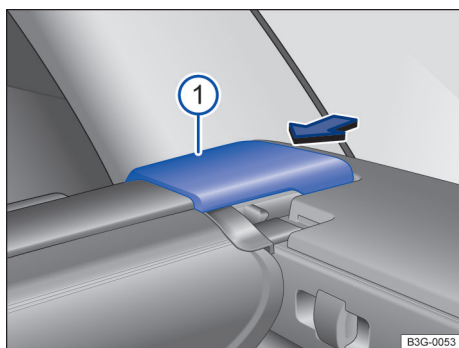

Fig. 176 No compartimento de bagagem: remover a cobertura do compartimento de bagagem.
- Pressionar o suporte da cobertura do compartimento de bagagem → Fig. 176 ① na direção da seta e mantê-la pressionada.
- Soltar o suporte da cobertura do compartimento de bagagem → Fig. 176 ①.
- Pressionar o suporte da cobertura do compartimento de bagagem → Fig. 176 ① no sentido da seta e encaixar no receptáculo direito do revestimento lateral.